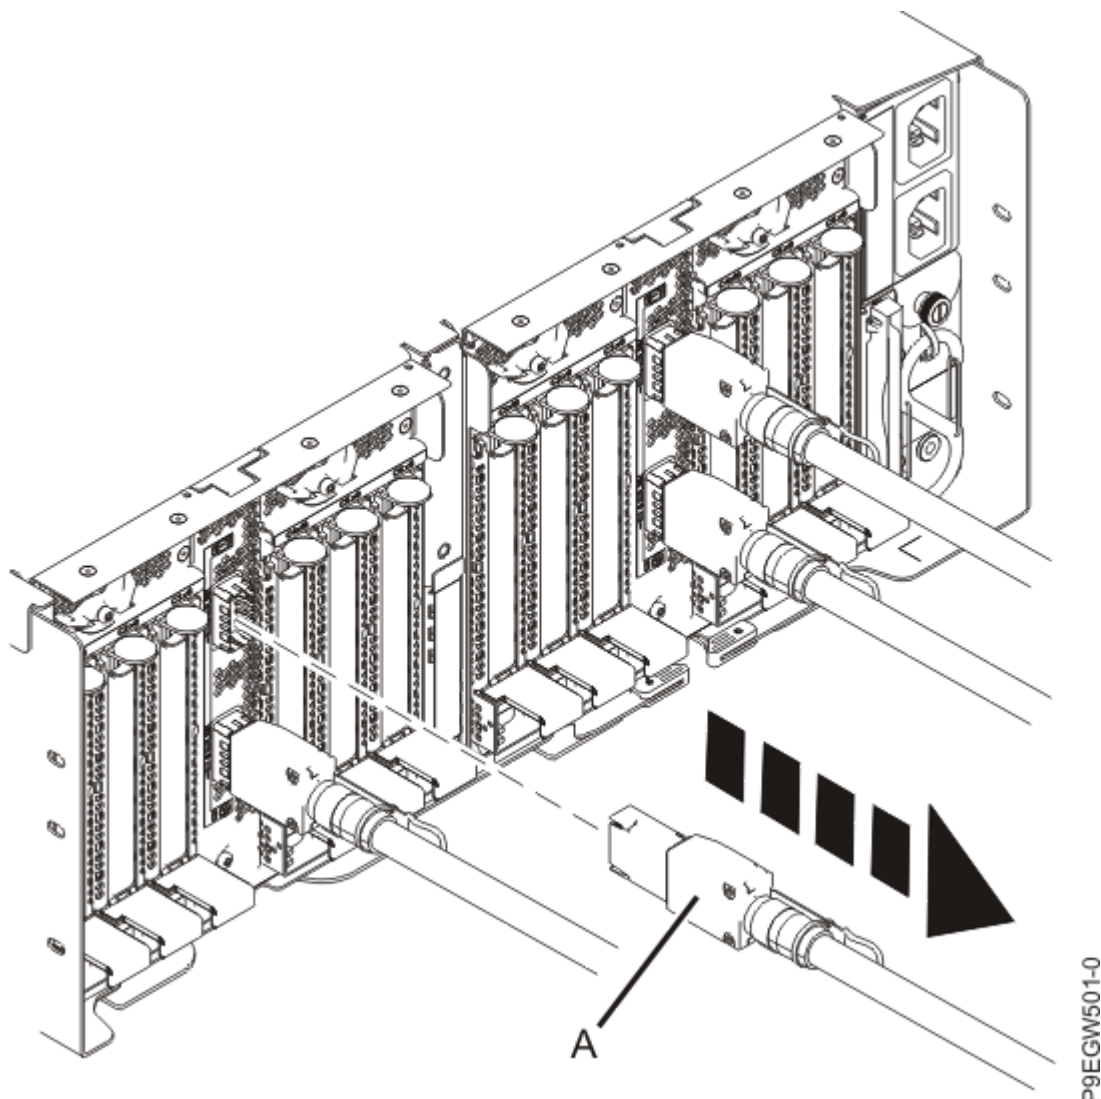

Figure 4. Retrait du câble de tiroir d'extension du tiroir d'extension EMX0 PCIe3
3. En tenant la languette, retirez l'autre extrémité du câble de tiroir d'extension **(A)** du port de module d'E-S sur le tiroir d'extension EMX0 PCIe3, comme illustré à la Figure 4, à la page 6.